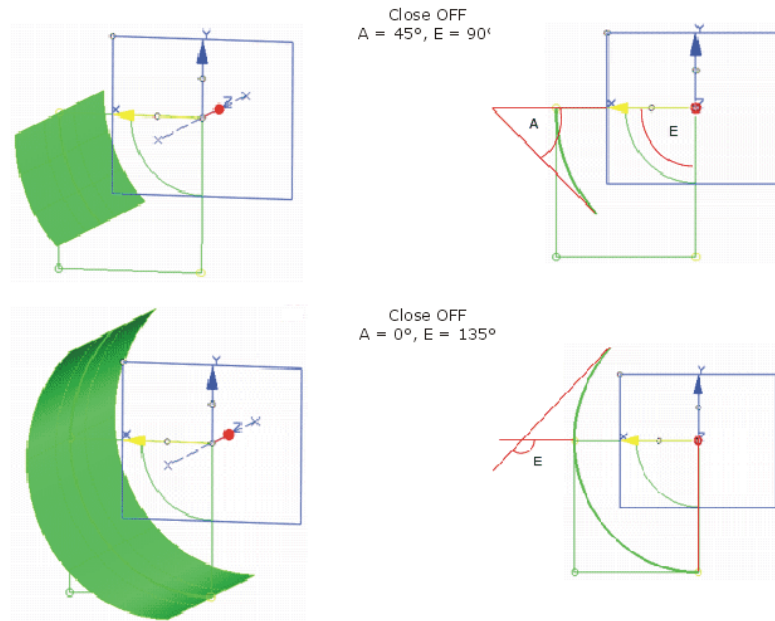

Figura 2.58 Explicación apartado Close con Center activado.
- **Close:** crea una superficie cerrada. En la *Figura 2.58* hay un ejemplo gráfico.